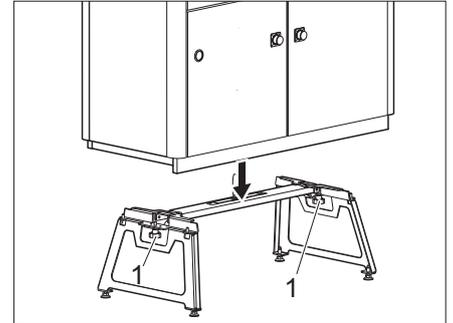

Bild 63 Küchenblock aufsetzen
- Küchenblock auf das aufgebaute Untergestell stellen (Bild 63).
- Küchenblock und Untergestell mit 2 Sternschrauben (Bild 63,1) sichern.